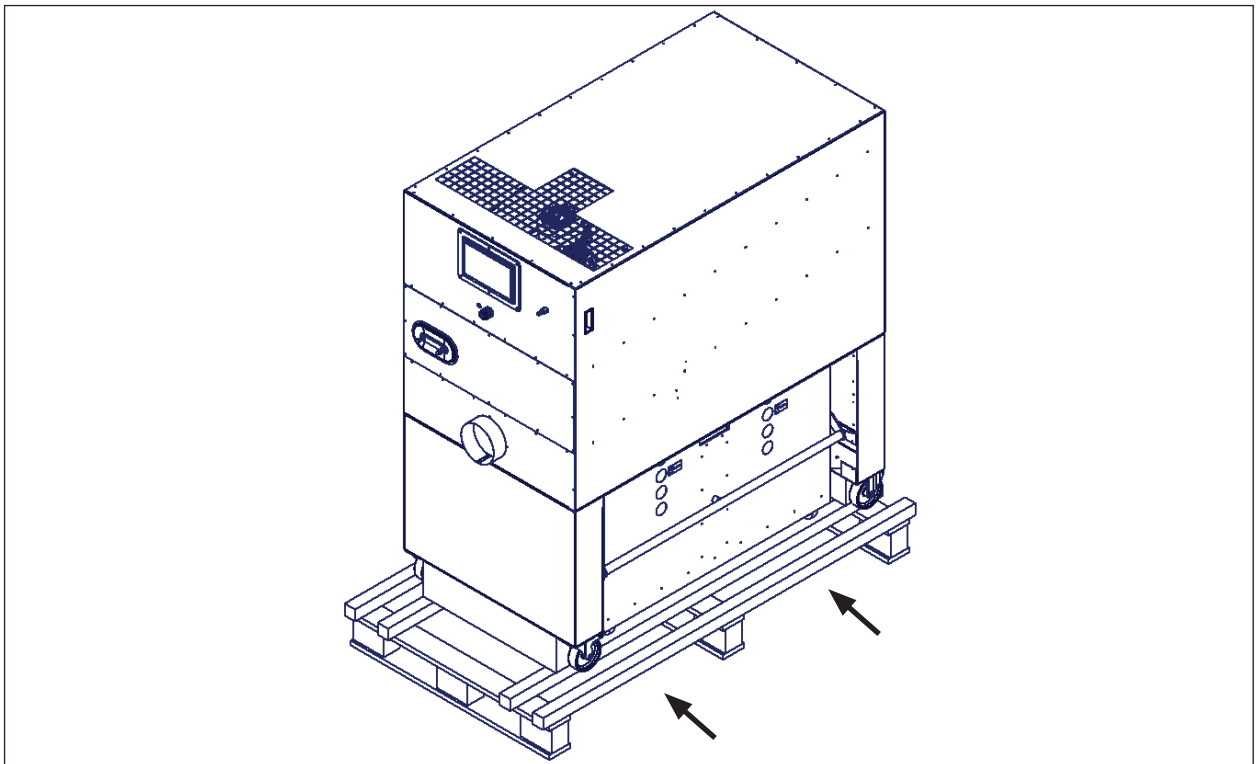

Abb. 5 RLA fertig auf Palette
- Geeignete Gabellängen zur Vermeidung von Beschädigungen am Gerät verwenden. Die Gabeln in möglichst breiter Stellung positionieren, siehe „Abb. 5 RLA fertig auf Palette“ auf Seite 22.